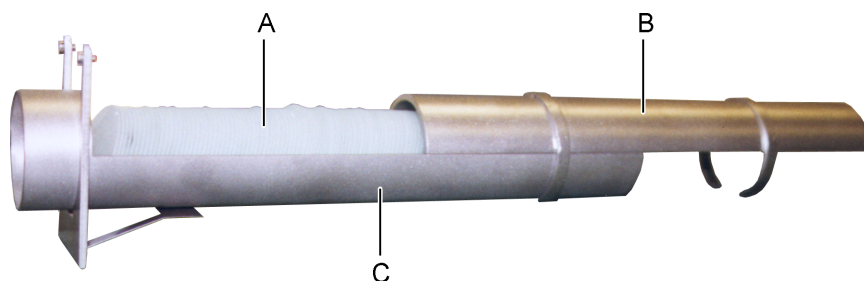

Abb. 6-18
- 12** Öffnen Sie die Füllvorrichtung durch Auseinanderziehen der beiden Halbschalen und entfernen Sie die alten Gläser (Abb. 6-18, 124).